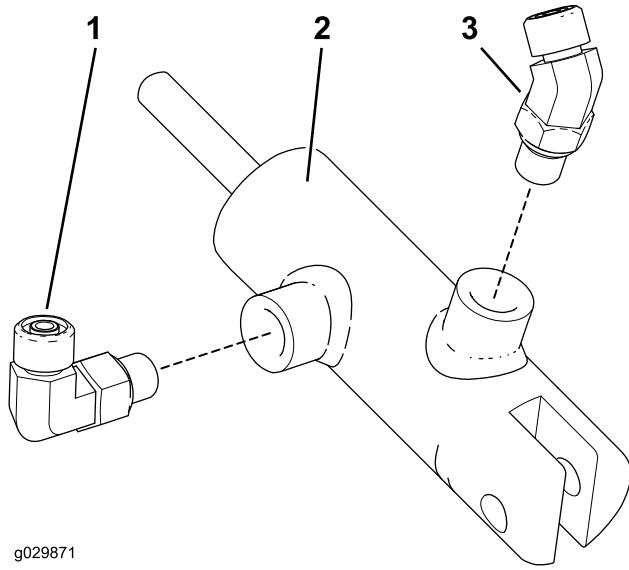

Figure 2
1. Montez le raccord hydraulique (45°) sur l'orifice de rétraction du vérin hydraulique (Figure 2).
4. Montez le raccord hydraulique (90°) sur l'orifice de déploiement du vérin hydraulique (Figure 2).